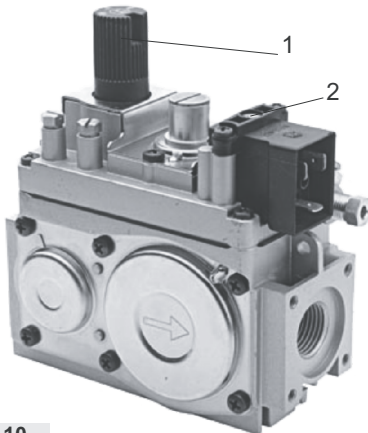

Рис. 10.
6.13. Заполните систему отопления чистой водой с жесткостью не более 0,7 мг-экв/л и  $pH = 7^{+0,3}$ . При заполнении системы жесткой водой с  $pH$  больше 7 значительно увеличивается отложение накипи на стенках котла и системы отопления, вследствие чего уменьшается эффективность котла и увеличивается расход газа! Расширительный бачок размещается в высшей точке системы. Контроль заполнения системы водой осуществляйте по переливному патрубку, (рис.10). Объем бака должен быть не менее 8 % от объема отопительной системы.
7.4.3. Розжиг запальной горелки: нажмите и проверните круглую ручку управления поз.1 рис.10 до положения (✱).